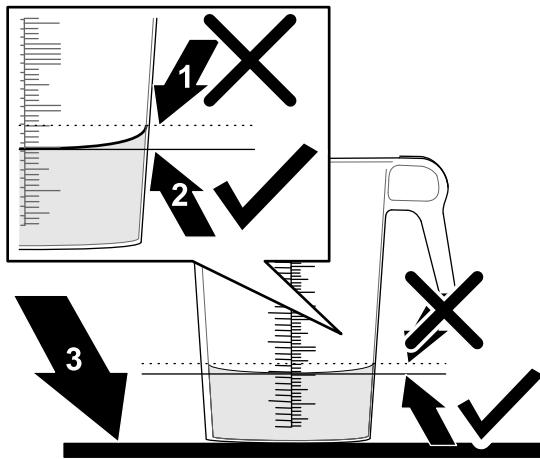

Figura 47
6. Ponga el recipiente graduado en una superficie nivelada y observe el volumen de fluido (Figura 47).